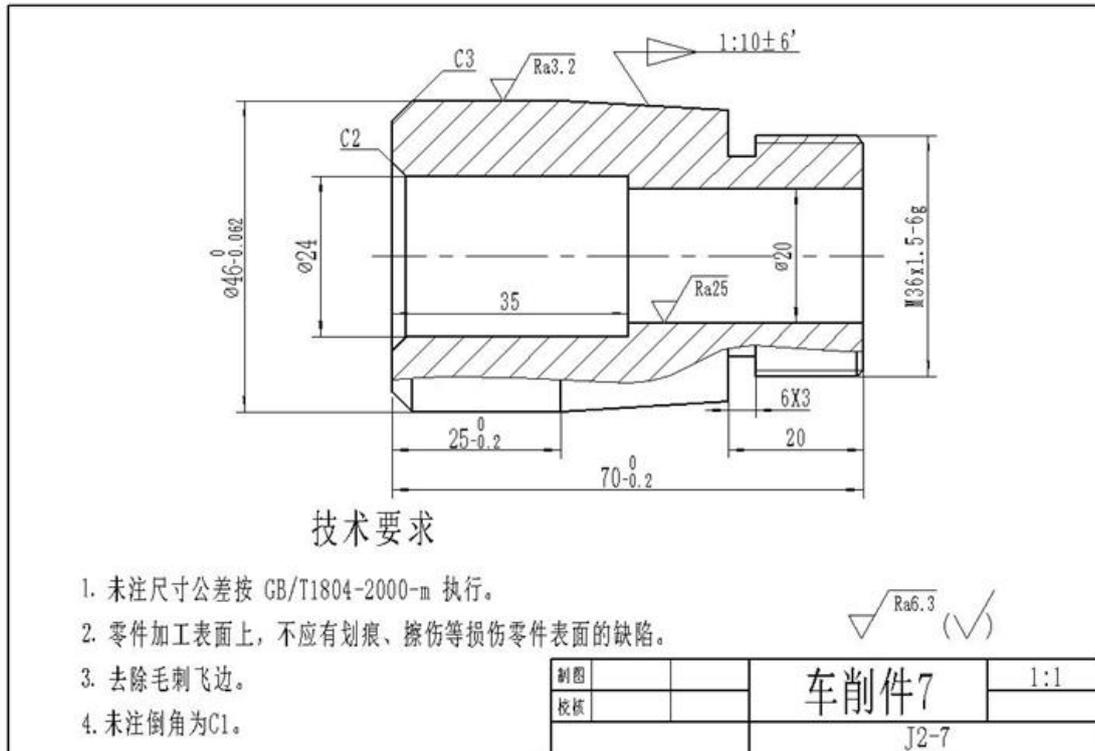

图2.7 车削件 7
(1) 任务描述试在 CA6140 车床上加工如图 2.7 工件，所提供的工件毛坯规格：